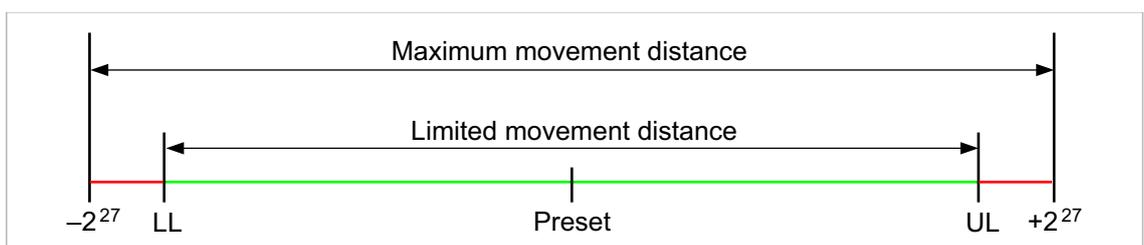

Abb. 3: Begrenzung des Verfahrenswegs bei Auswertung der binären Daten mit Vorzeichen (signed)
- ▶ In der Steuerung Positionsgrenzen (LL, UL) hinterlegen, über die nicht hinausgefahren werden kann, siehe Abb. 3.